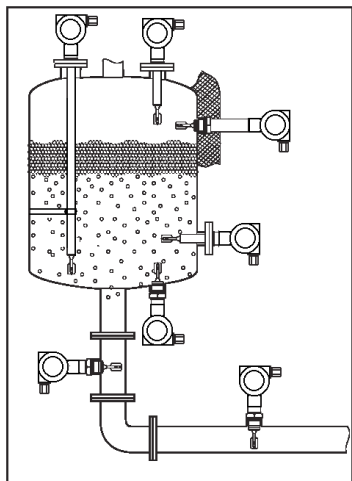

Рисунок 6
2.4.2 Внимание: при установке СУ с погружной частью “L” более 0,6м **необходимо** дополнительно устанавливать кронштейн или защитную трубу для предотвращения перелома от колебаний при боковых нагрузках (см. рис. 6 и 7).